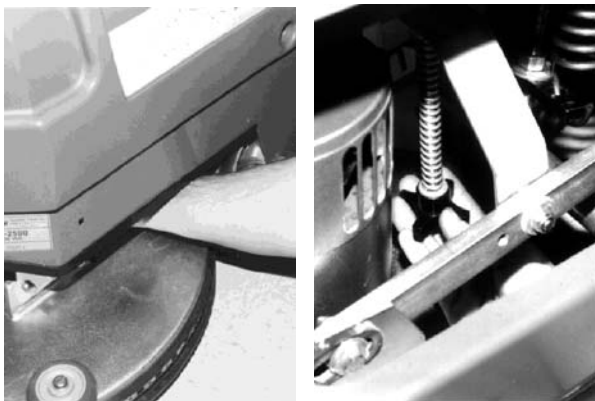

FIG. 10
3. Si l'aiguille n'est pas au centre de la barre verte, relevez la tête de patin dans la position la plus élevée et repérez le bouton de réglage de la pression du patin qui se trouve sous le panneau arrière du châssis (Figure 10).